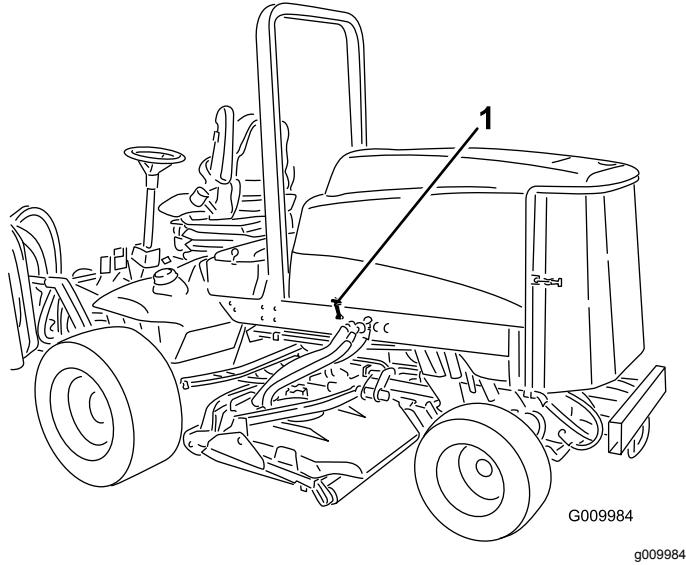

Figura 42
1. Rilasciate i fermi del cofano (Figura 42) e ruotatelo per aprirlo.